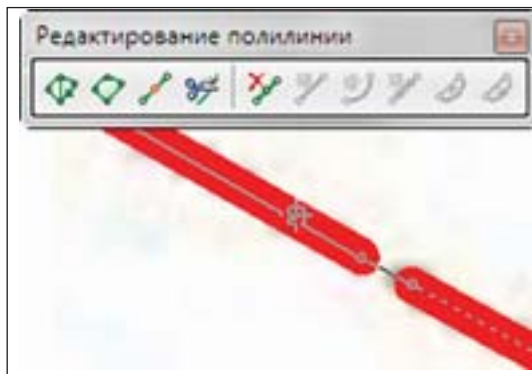

Рис. 14. Редактирование полилиний
■ **Собрать в полилинию** – в этом режиме, перемещая курсор, выбираем, какой из фрагментов будет добавлен к текущей полилинии. При перемещении курсора подсвечивается активный в данный момент объект для присоединения и результат объединения. Выбор производится щелчком мыши (рис. 14);